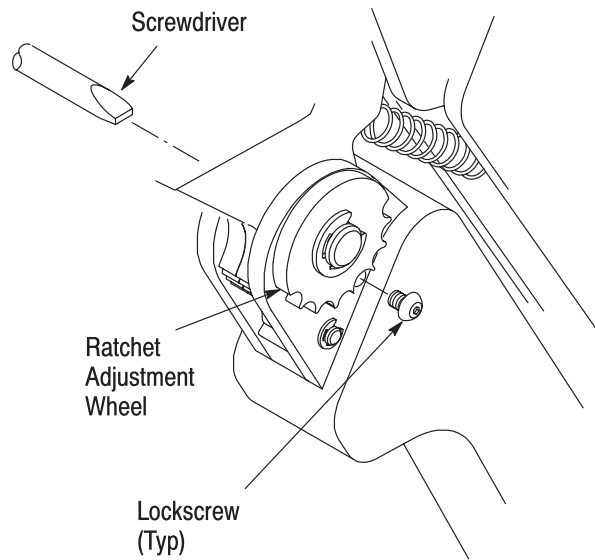

Figure 6
6. CRIMP HEIGHT ADJUSTMENT (Figure 6)